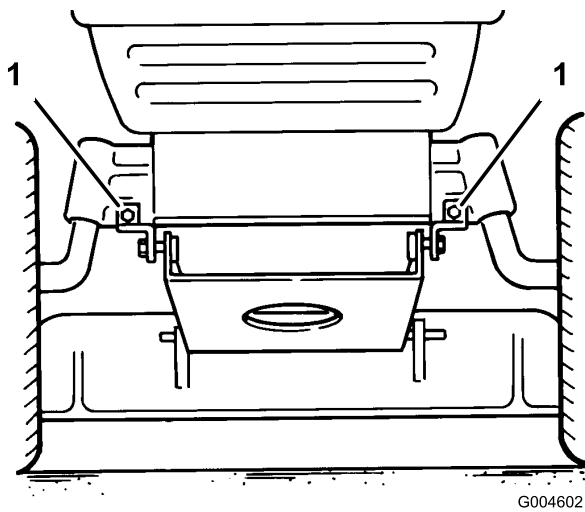

Figura 41
14. Baje los 2 soportes de pivote del cortacésped del eje delantero (Figura 41).
11. Instale los soportes de montaje del cortacésped al eje delantero con pernos y contratuercas (Figura 41).